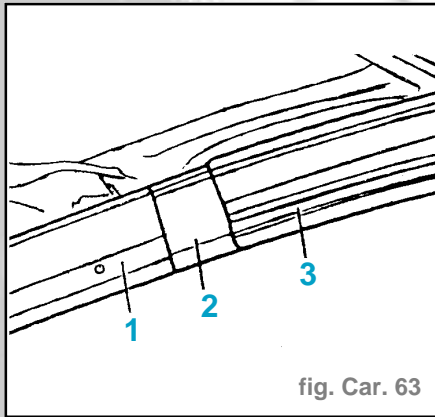

fig. Car. 63
- Monter du montant de porte (pied avant) (fig. Car. 63).